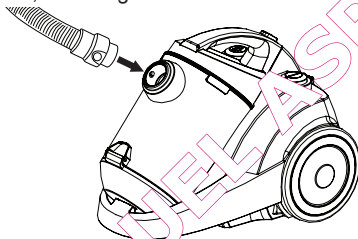

Figure 2
1. Le branchement du tuyau souple sur le bloc moteur se fait avec un petit dé clic. Pour détacher le tuyau souple, vous appuyez sur les deux boutons à la base au niveau du branchement et vous l'attirez à vous; voir la figure 2.